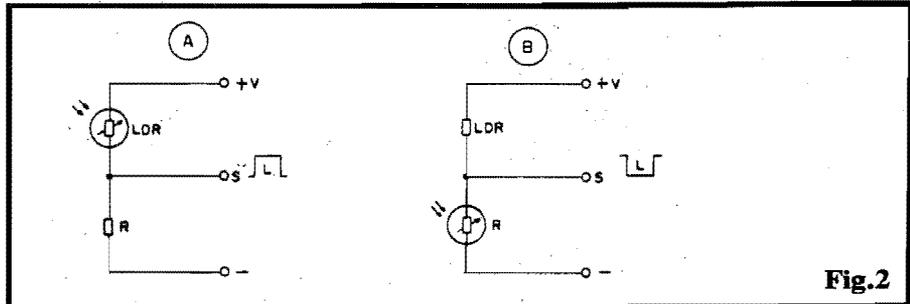

Fig.2
- FIG. 2 - "RECOLHENDO" OS SINAIS ELÉTRICOS DE UM LDR - A mera variação resistiva de um LDR, sob a presença de também variados níveis luminosos, normalmente não é diretamente "aproveitável", justamente pela citada baixa dissipação do dispositivo... Assim, em termos práticos, é mais simples e efetivo "recolher" os sinais elétricos através de um "truque" básico em DIVISOR DE TENSÃO... O diagrama mostra duas das estruturas mais usadas... Em 2-A temos o LDR formando um divisor de Tensão com o resistor R, estando o foto-sensor no "ramo superior" do dito divisor... Se submetemos o conjunto a uma Tensão contínua V (e - isso é importante - condicionando previamente o valor de R às nossas necessidades de excursão do sinal), o ponto S ("nó" do divisor de Tensão...) apenas apresentará um nível relativamente "alto" de Tensão, se o LDR estiver na presença de luz... Se o foto-sensor estiver na escuridão, o ponto de Saída S mostrará um nível de Tensão "baixo"! Com toda facilidade podemos "inverter" o comportamento do arranjo, simplesmente "trocando de lugar" o LDR e o resistor R, conforme sugere o diagrama 2-B (agora com o LDR no ramo inferior do divisor...). Nesse caso, o ponto de Saída S mostrará um nível de Tensão sensivelmente "baixo" quando o LDR estiver sob LUZ forte... Se o foto sensor for obscurecido, então o ponto S mostrará um nível substancialmente mais "alto", de Tensão... Observem, então, que as variações de Tensão no ponto S (em qualquer dos casos) será sempre notável, desenvolvendo-se em ampla gama, facilitando assim o trabalho de aproveitamento do sinal... Basta amplificarmos tal manifestação (via transistores, amplificadores operacionais Integrados, etc.) para podermos realizar quaisquer trabalhos mais "pesados", a partir dos sinais fornecidos pelo foto-sensor...